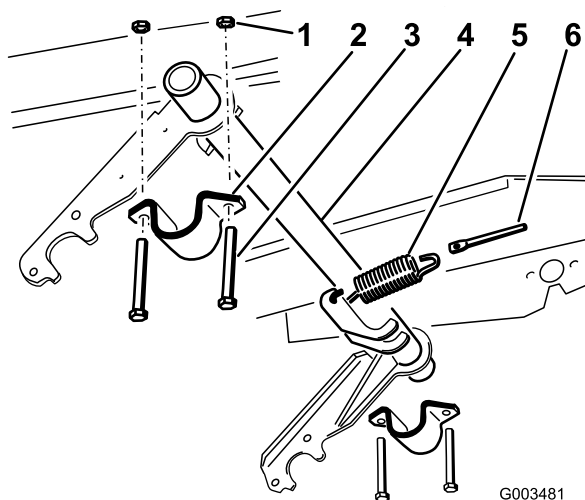

Figura 5
1. Collegare la molla di tensione a una delle leve a molla sul tubo orientabile e all'asta della molla (Figura 5).
2. Montare la staffa del tubo orientabile sul lato destro (Figura 5) senza stringere.
3. Far scorrere il lato destro del tubo orientabile nella staffa destra del tubo (Figura 5).
5. Sollevare la parte sinistra del tubo orientabile e montarla con una staffa del tubo, 2 bulloni (3/8 x 3 pollici) e 2 dadi di bloccaggio (3/8 pollice) (Figura 5).